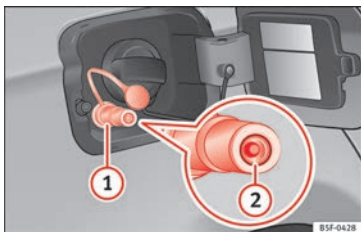

Fig. 239 Tampa do depósito aberta: bocal de enchimento de gás ①, retentor do bocal de enchimento ②.
- Destape o bocal de enchimento de gás » » » Fig. 239 ①.